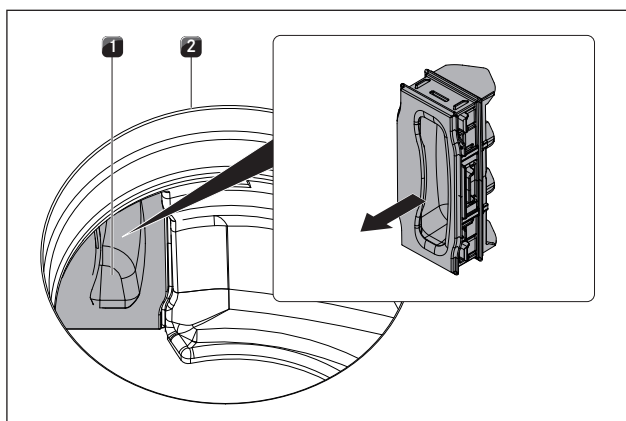

bild 8.5 Avlägsna filterbytesklaffen
- ▶ I inströmningsöppningen drar du filterbytesklaffen ut ur filterkåpans öppning (Ta bort filterbytesklaff se bild 8.5).